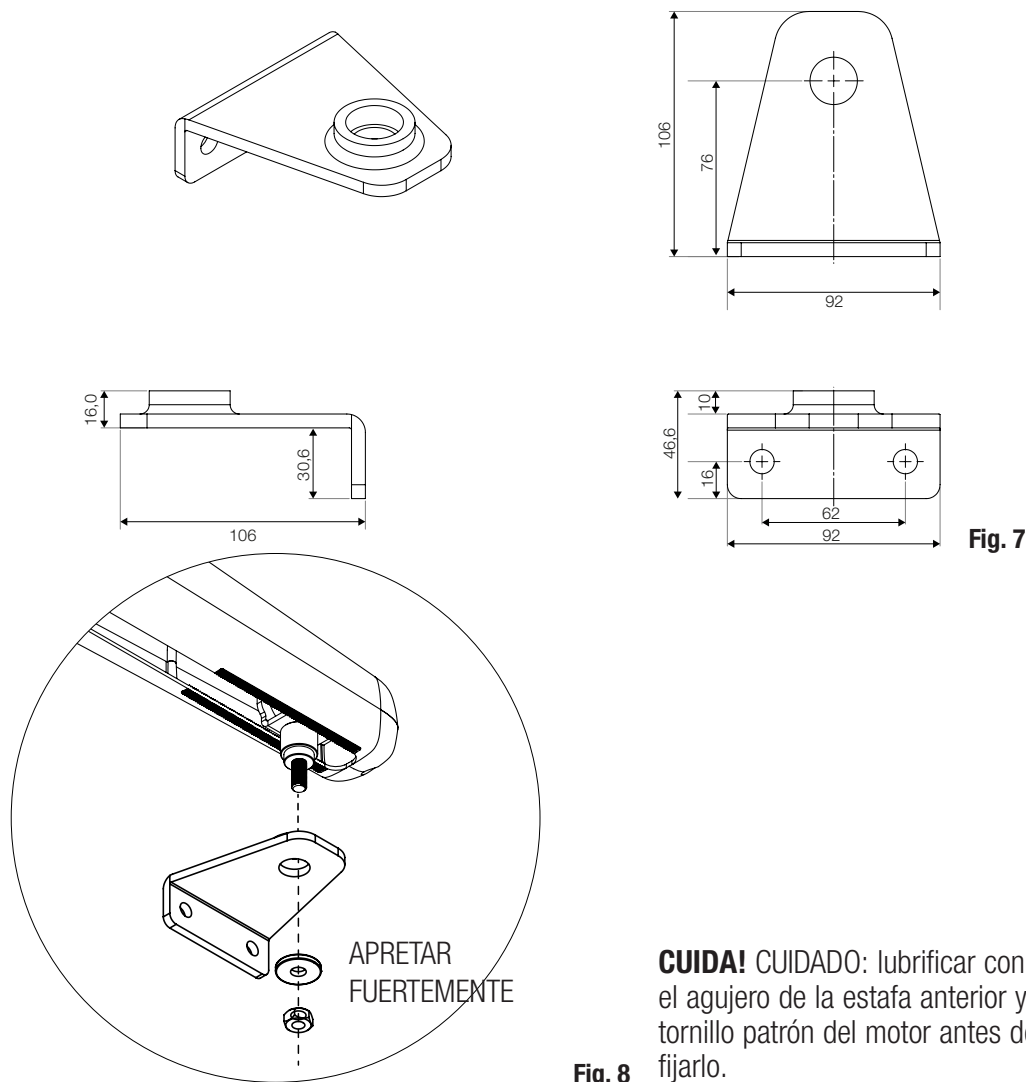

Fig. 8
1. Fijar la plancha anterior de anclaje en el actuador. Insertar la arandela, atornillar la tuerca y apretar fuertemente (Fig. 8).